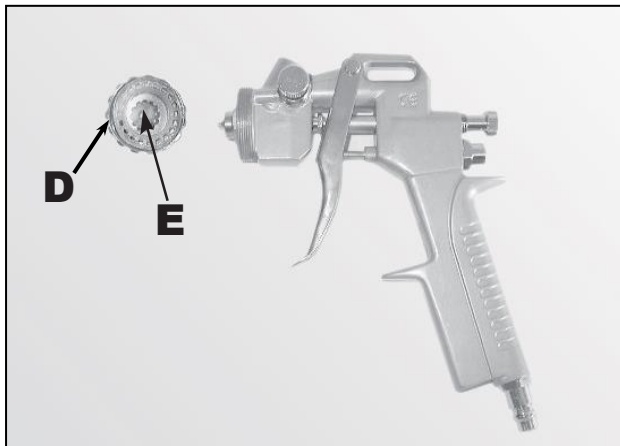
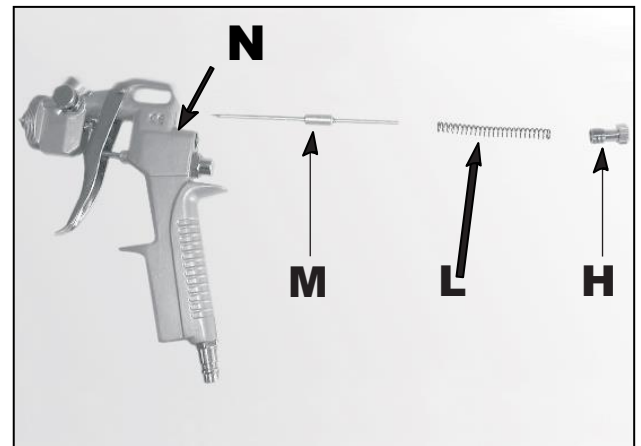

Рис. 9.
Рис. 10.
- Для окончательной и полной промывки пистолета открутите распылительную форсунку **D** и кольцо **E** (рис. 9). Снимите иглку **M**, открутив колесико **H** и вынув пружину **L** (рис. 10).